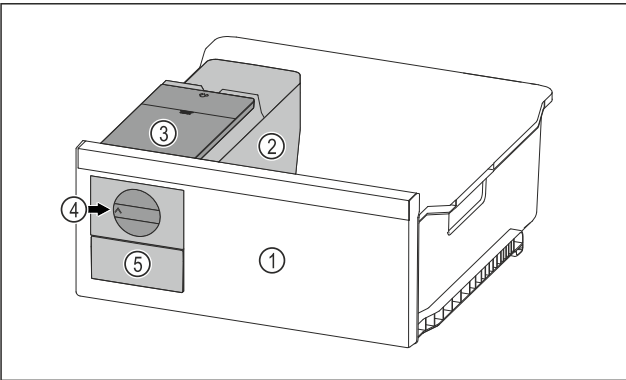

Fig. 143 Representación a modo de ejemplo
- Girar el botón giratorio Fig. 143 (4) en el sentido de las agujas del reloj hasta el tope.
- Los cubitos de hielo caen de la cubitera al compartimento de cubitos de hielo Fig. 143 (5).